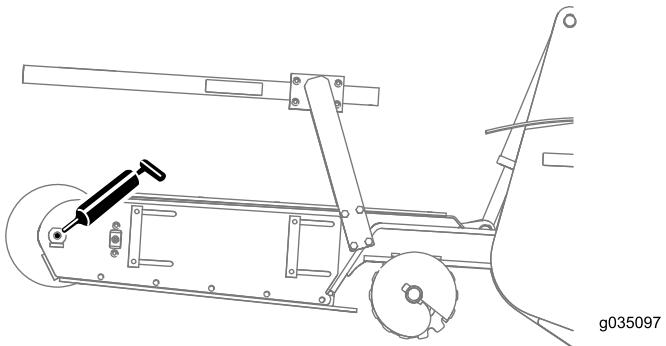
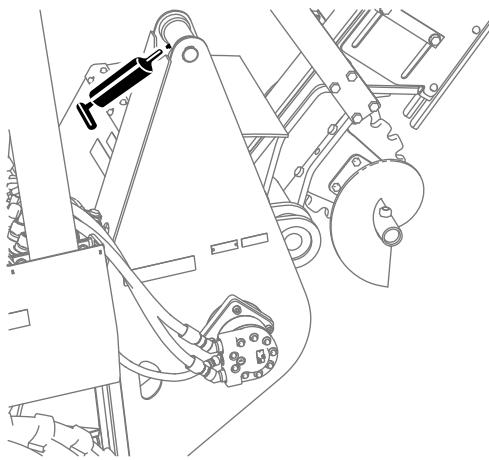
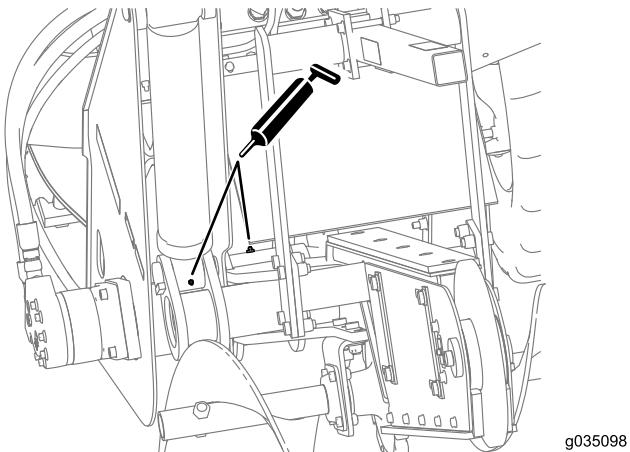

Figure 28
Figure 30
Figure 29
2. Raccordez la pompe à graisse au graisseur du roulement du vérin de levage inférieur et injectez 3 jets de graisse dans les graisseurs (Figure 28, Figure 29 et Figure 30).